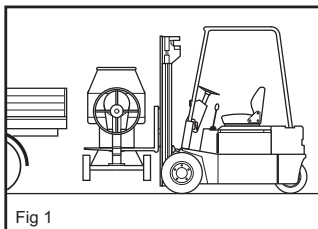

Fig 1
- A betoneira tem um encaixe próprio para o garfo (Fig. 3) localizado por baixo da estrutura principal para permitir a utilização dum empilhador para carregar a máquina (Fig. 1)